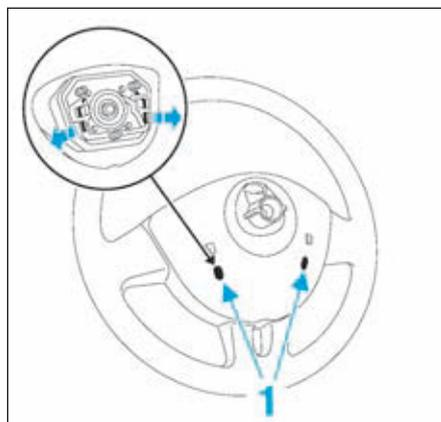

FIG.1
- A l'aide d'un tournevis plat, dégager l'airbag du volant en prenant appui en (1) (Fig.1).